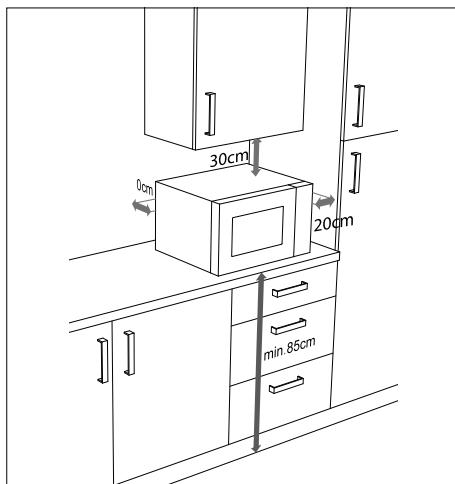

Fig. 3 – Distance entre les appareils
- ▶ Les distances illustrées dans la « **Fig. 3 – Distance entre les appareils** » doivent être respectées pour une ventilation suffisante. L'espacement au dos de l'appareil doit toucher le mur. Il garantit la bonne distance lors de l'installation du four à micro-ondes.